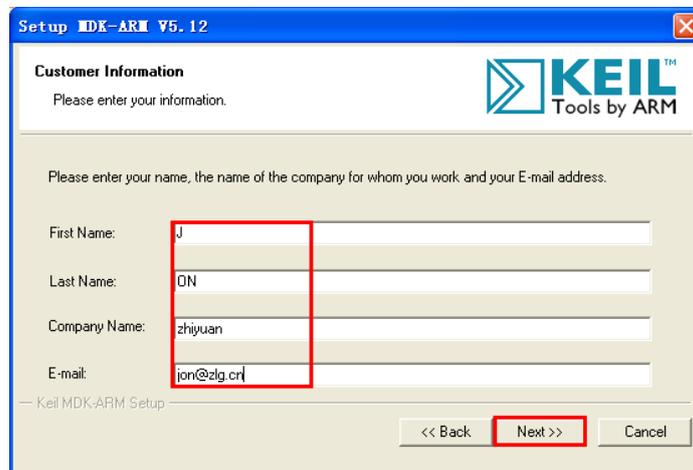

图 1.5 填写用户信息
4. 根据提示填入相关用户信息，然后点击【Next】，如图 1.5 所示。